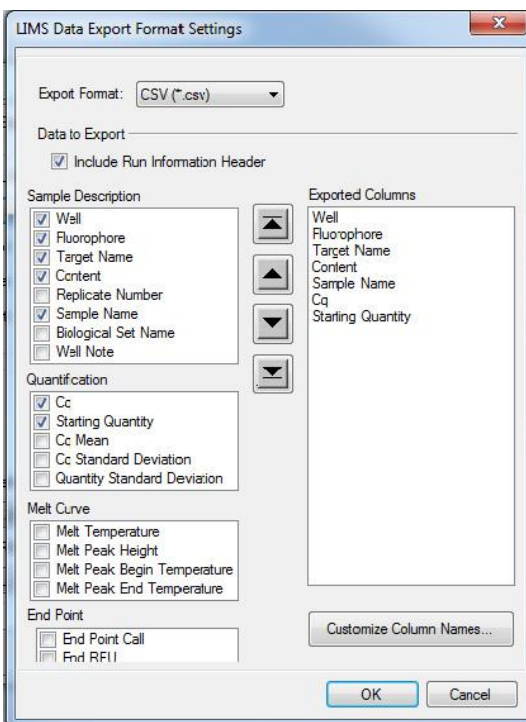

Рис. 101. Окно LIMS Data Export Format Settings (Настройки формата экспорта данных LIMS)
3. Щелкните на кнопке **Data Export Settings (Настройки экспорта данных)** для задания формата файла для экспортированных данных и подлежащих экспорту информационных полей (Рис. 101).